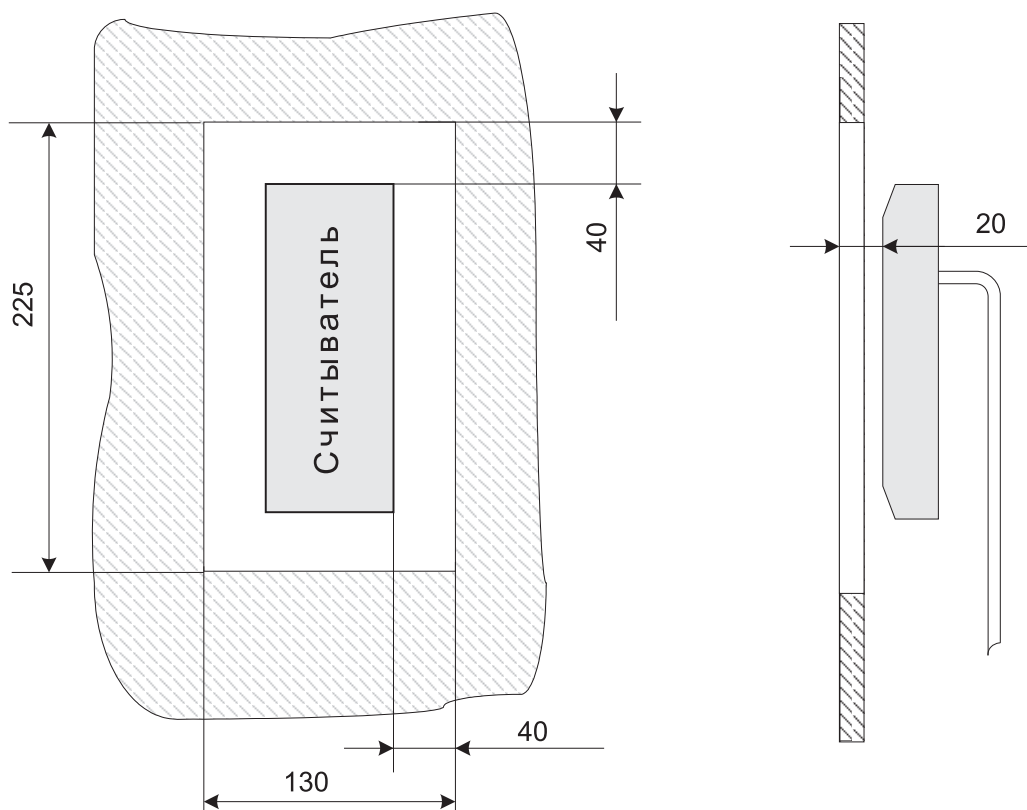

Рисунок 1. Установка считывателя за металлической поверхностью
- При установке считывателя за металлической поверхностью, в ней необходимо вырезать окно, напротив которого, равноудалено от краев окна, и устанавливается считыватель (см. рисунок 1), при этом размеры окна должны быть не менее 225×130 мм. Само окно может быть закрыто неметаллической вставкой (например, из пластмассы), а считыватель может быть утоплен вглубь окна на расстояние не более 20 мм от внешней стороны металлической поверхности — дальность считывания кода при таком способе монтажа считывателя уменьшается на 30 – 50%.